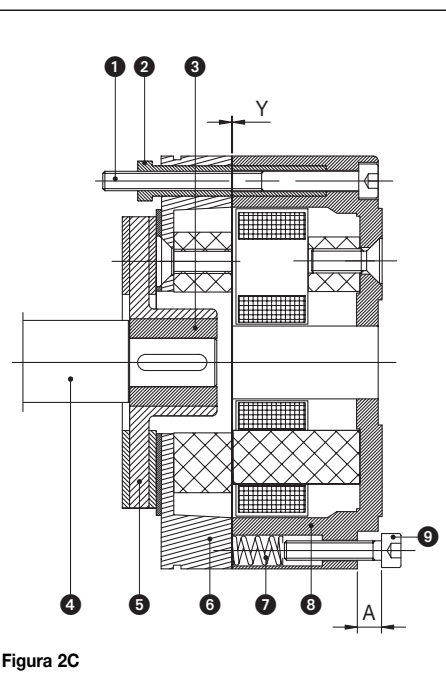

Figura 2C
## 2.3 Soluzione costruttiva del freno per motori grandezza 63 (figura 2C)
Per i motori di grandezza 63 (figura 2C) la regolazio- ne della coppia frenante si effettua modificando la distanza A mediante le viti ⑨. Ruotandole in senso antiorario la coppia frenante diminuisce.